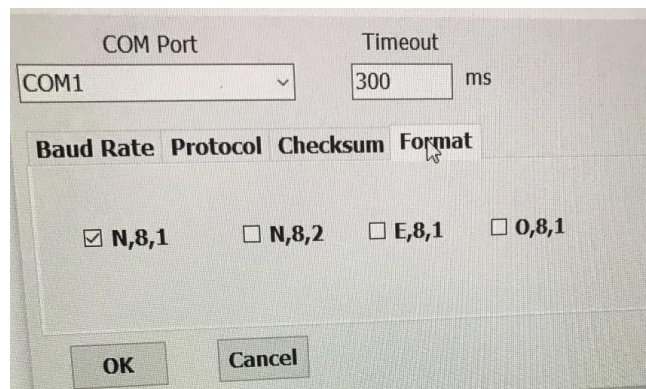

Рис. 4.6. Номер СОМ-порту та формат даних
- кількість стопових бітів – 1 (рис. 4.6).